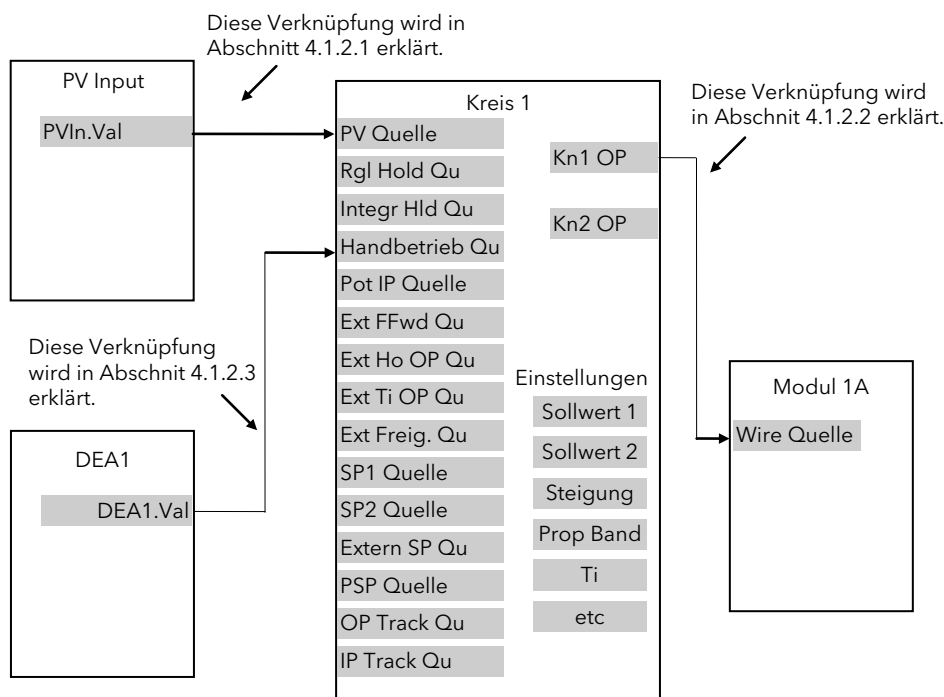

Abbildung 4-1: Einfaches Wiring Beispiel eines PID Funktionsblocks
In Abbildung 4-1 sehen Sie ein Beispiel für die Verknüpfung eines PID Funktionsblocks (Kreis 1) mit weiteren Funktionsblöcken zum Einzelkreisregler. Der „PV Quelle“ Eingang ist mit dem Ausgangswert des Prozesswert (PV) Eingangsblocks an den Klemmen V- und VH verknüpft. Der Ausgang des Kanals 1 (Heizen) des PID Blocks ist mit der Eingangsquelle („Wire Qu“) von Modul 1A verknüpft. Modul 1A ist ein Ausgangsmodul.
Im Folgenden finden Sie eine Beschreibung, wie Sie bei der Erstellung des in Abbildung 4-1 gezeigten PID Reglers vorgehen müssen.